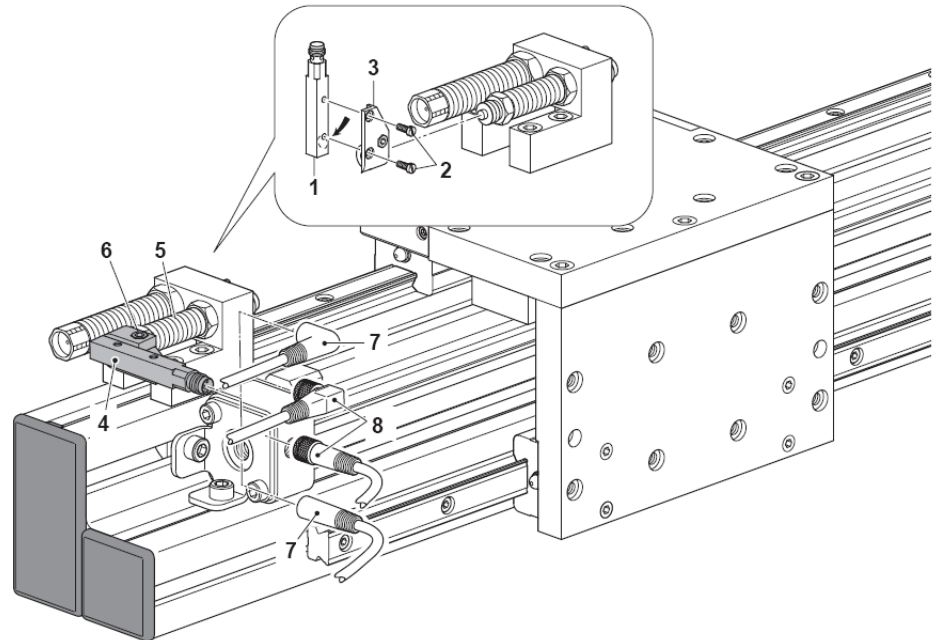

Abb. 37 Einbau Initiator 8x8 mm in PMP / PMP-c
1. Initiator (Abb. 37, 1) mit Schrauben (Abb. 37, 2) auf Initiatorhalter (Abb. 37, 3) schrauben
2. Initiatorhalter mit Initiator (Abb. 37, 4) auf Anschlagsschraube (Abb. 37, 5) bis zum Anschlag stecken und mit Schraube (Abb. 37, 6) festklemmen
3. Stecker (Abb. 37, 7+8) montieren